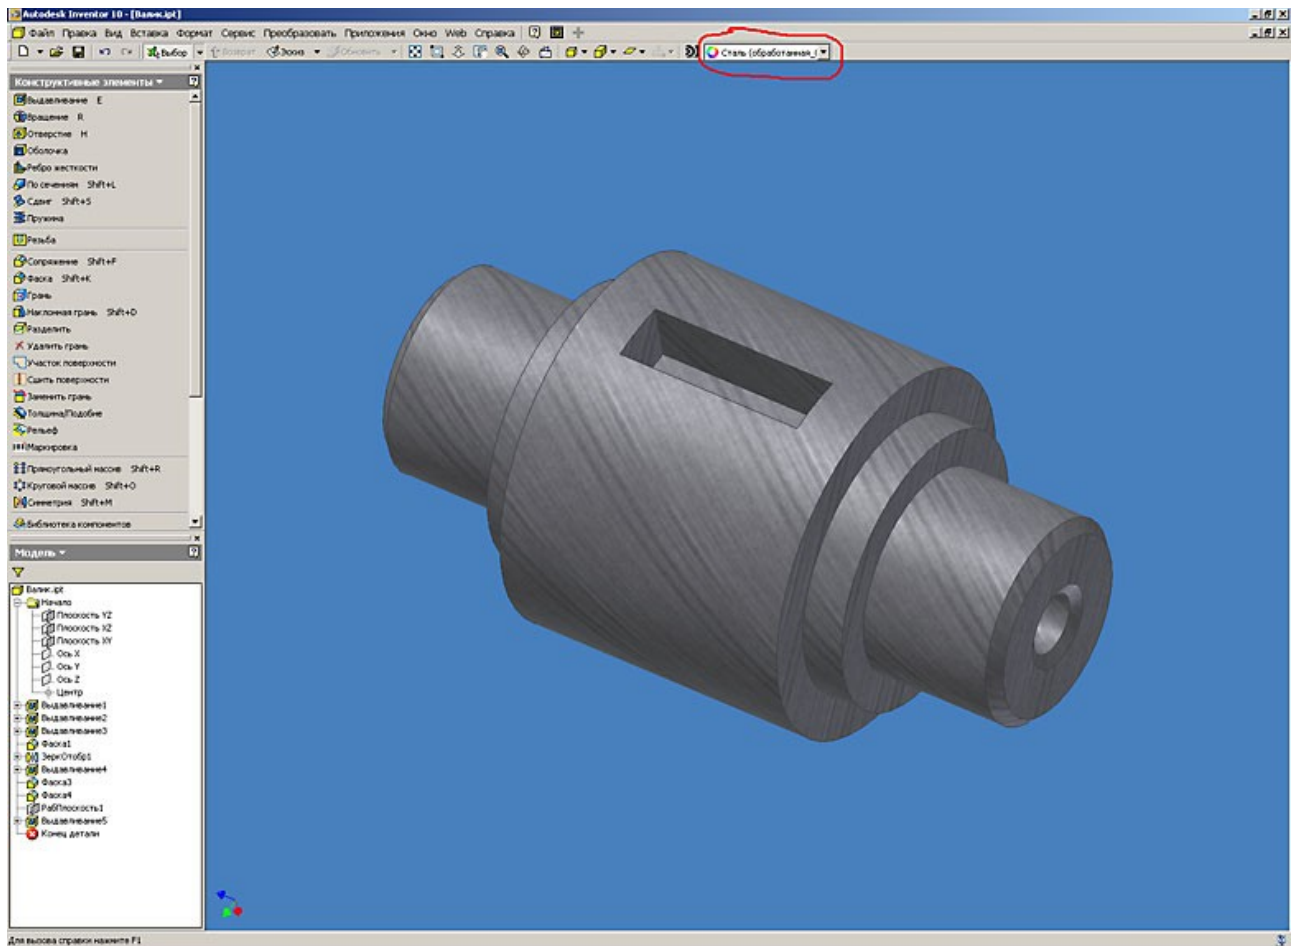

Рис. 18. Autodesk Inventor. Работа с конструктивными элементами (выдавливание)
18. После того как модель детали готова, назначаем цвет детали. Для этого в основной панели инструментов выбираем предполагаемый материал, из которого будет изготавливаться деталь «валик» (в нашем случае - сталь) (рис. 18).